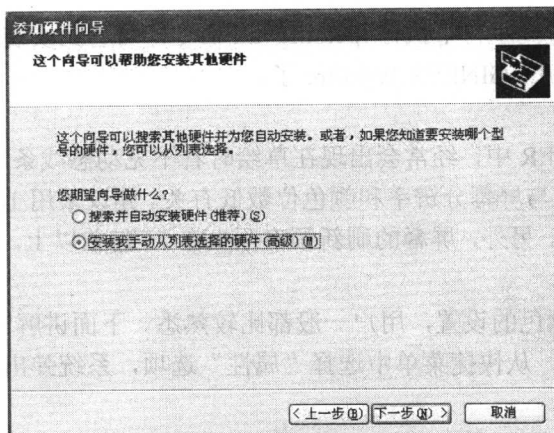

图 1-9 “添加硬件向导”对话框
- (2) 选择“添加新的硬件设备”选项后单击“下一步”按钮, 如图 1-9 所示。